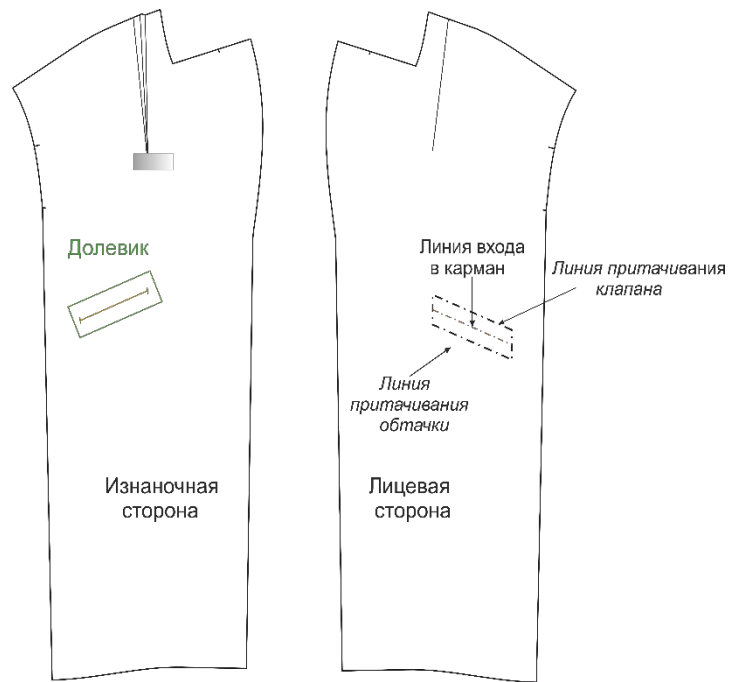

Рис. 1
2. С изнаночной стороны полочки по линии входа в карман приклейте долевик – прямоугольник размерами 5x20 см (Рис.1)